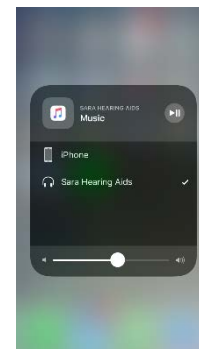

Figure 15
2. Appuyez sur l'icône  dans le coin supérieur droit de la carte audio. Sélectionnez votre source audio préférée (Figure 15).